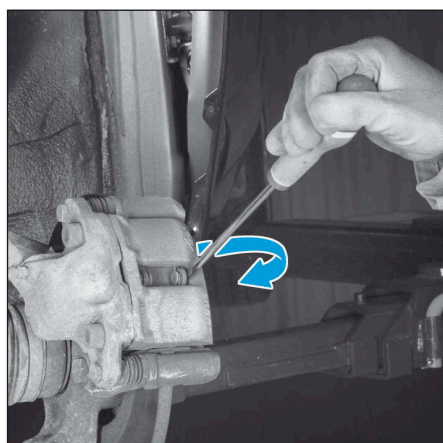

FIG.1
- A l'aide d'un tournevis, faire levier entre la plaquette extérieure et l'étrier afin de repousser partiellement le piston créant ainsi un léger jeu entre les plaquettes et le disque (Fig.1).